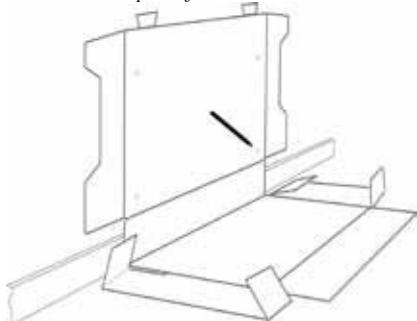

Fig. 3
• Utiliser le gabarit qui se trouve sur l'emballage. Vérifier que le gabarit est bien plaqué contre le mur! Voir Fig. 3. Fixer les consoles au mur en serrant les vis dans les trous ovales (4x).